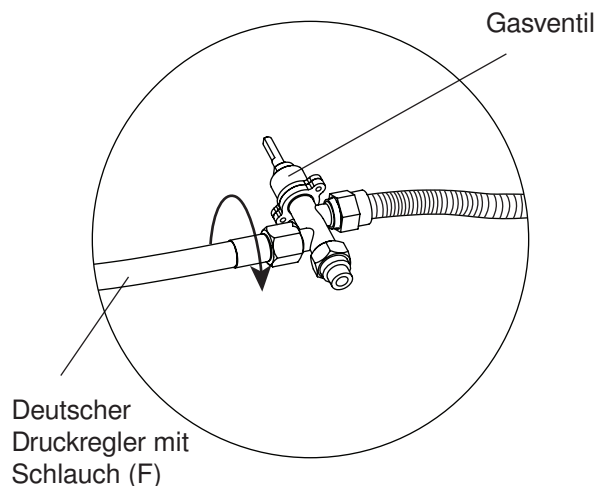

Figure 12
13. Bereiten Sie den deutschen Regler mit Schlauch (F) vor. Mit einem Schraubenschlüssel den neuen Regler (F) im Uhrzeigersinn mit dem Gasventil verbinden und festziehen (siehe Figure 12).